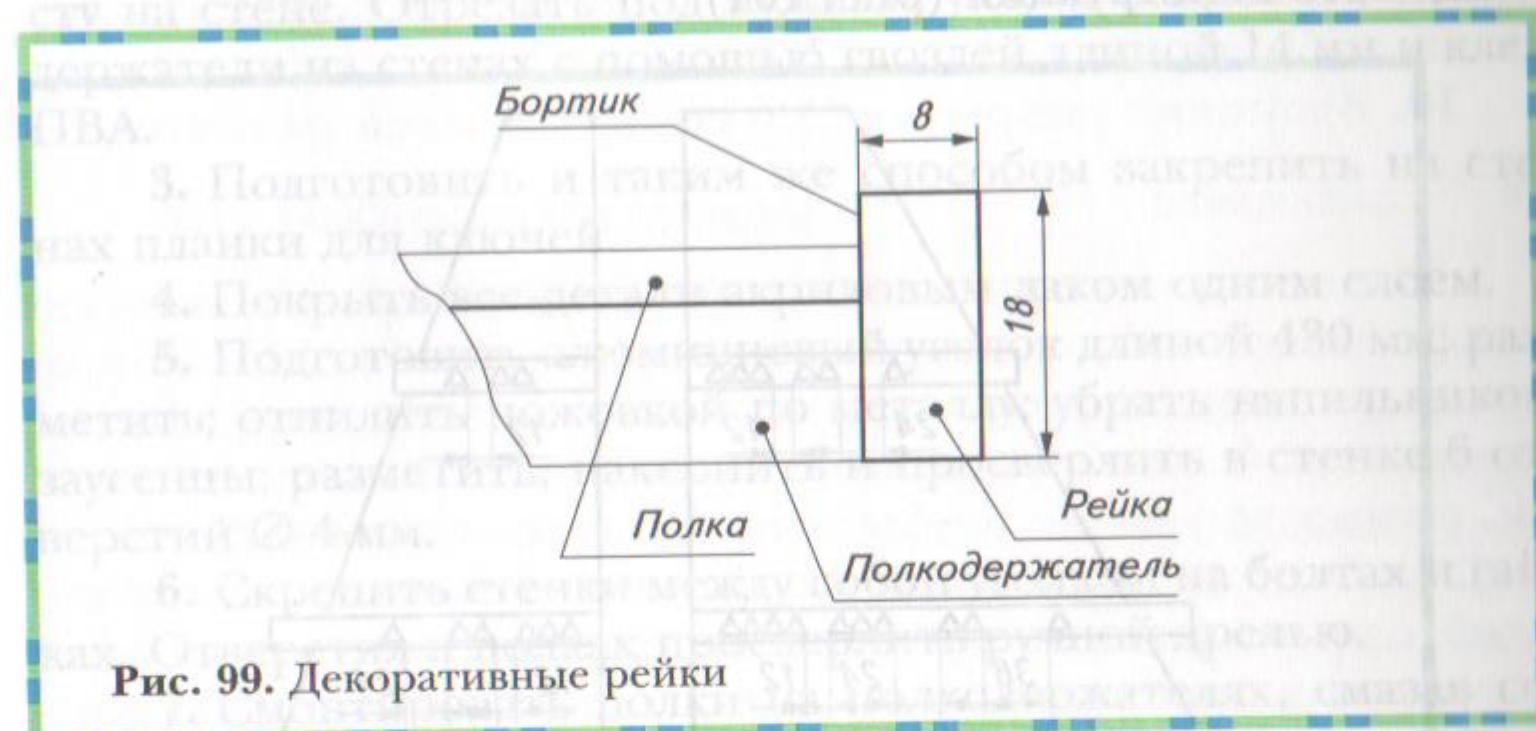

Рис. 99. Декоративные рейки
10. Резные декоративные рейки разной длины — 6 шт. (рис. 99).